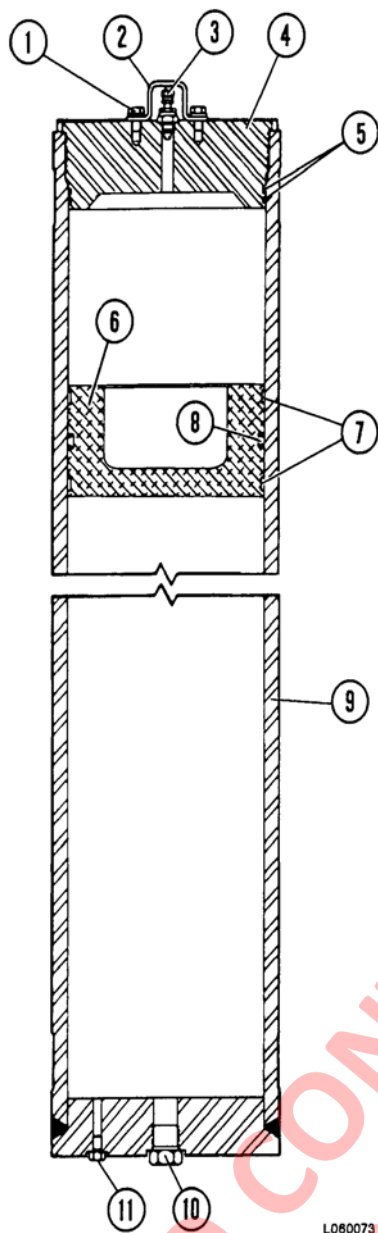
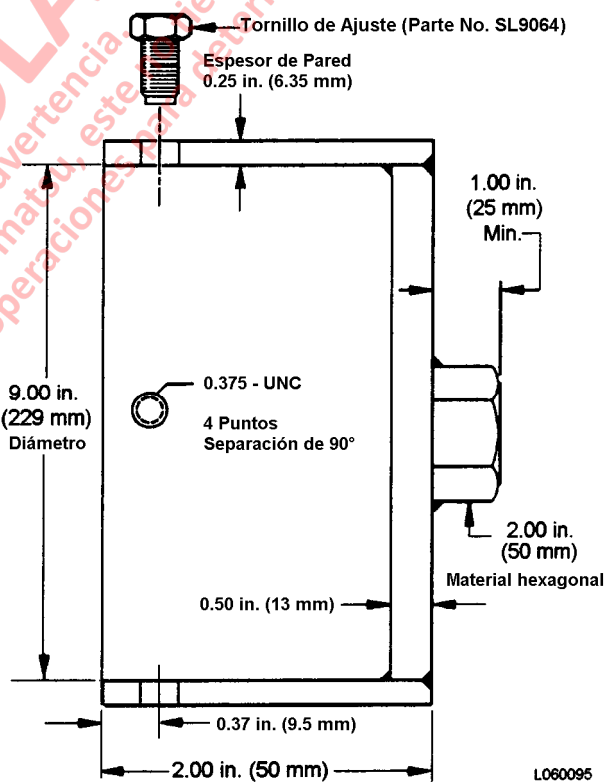

FIGURA 6-4. CONJUNTO DEL ACUMULADOR
FIGURA 6-5. HERRAMIENTA DE DESMONTAJE DEL CASQUILLO (Fabricación local)
1. Saque la válvula de carga (3, Figura 6-4).
2. Saque el casquillo (4).
NOTA: la figura 6-5 muestra una herramienta que puede fabricarse localmente para ayudar a sacar el casquete.
1. Instale un nuevo sello (8, figura 6-4) en el pistón. Instale nuevos rodamientos (7). Cubra el sello y los rodamientos con una pequeña cantidad de jalea de petróleo
2. Instale el pistón con el lado cóncavo hacia el extremo del gas (extremo del casquillo) de la caja del cilindro del acumulador (9). Empuje el pistón hacia el centro de la caja.
3. Instale nuevos anillos de goma y anillos de respaldo (5) en el casquillo (4). Cubra los sellos con una pequeña cantidad de aceite hidráulico C-4
4. Instale el casquillo y apriete a un torque de **850 ft. lbs. (1152 N.m)** usando la herramienta que se muestra en la Figura 6-5.
5. Monte la válvula de carga (3) con el anillo de goma nuevo. Apriete la tuerca hexagonal grande de la válvula de carga con un torque de **16.5 ft. lbs. (22.3 N.m)**.